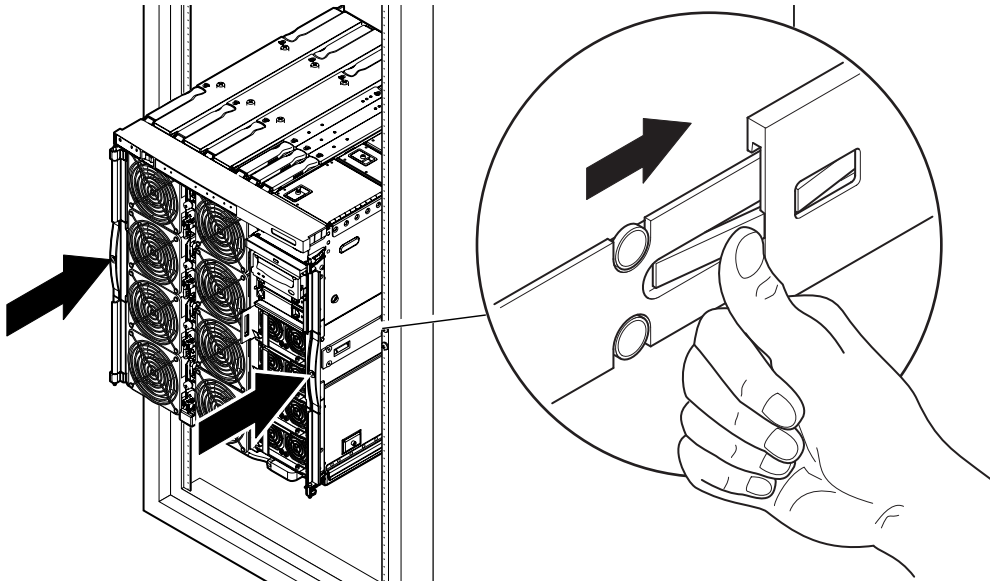

ABBILDUNG 1-13 Hineinschieben des Servers in den Systemschrank
11. Drücken Sie auf jeder Seite auf den grünen Schienen-Freigaberiegel, und schieben Sie den Server in den Schrank (ABBILDUNG 1-13).